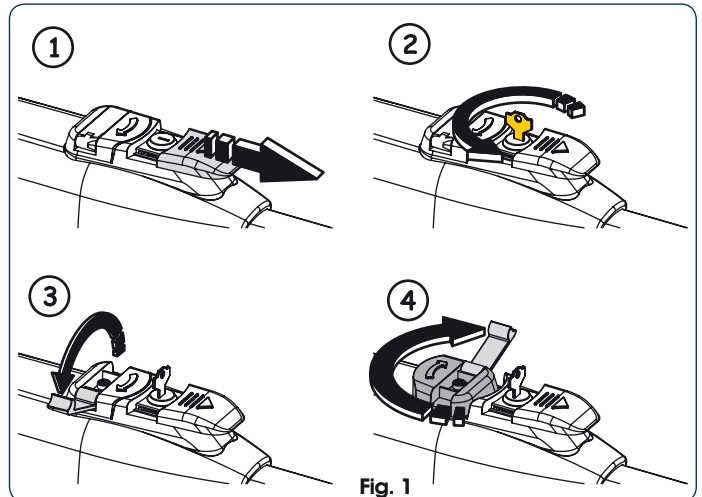

Fig. 1
2. Schuif het beschermdeksel weg, fig. 1 - ①.
3. Steek de sleutel erin en draai hem 90°, fig. 1 - ②.
4. Til de bedieningshendel op, fig. 1 - ③.
5. Om de aandrijving te ontgrendelen draait u de bedieningshendel 180° in de richting van de pijl op het ontgrendelingsstelsel, fig. 1 - ④.